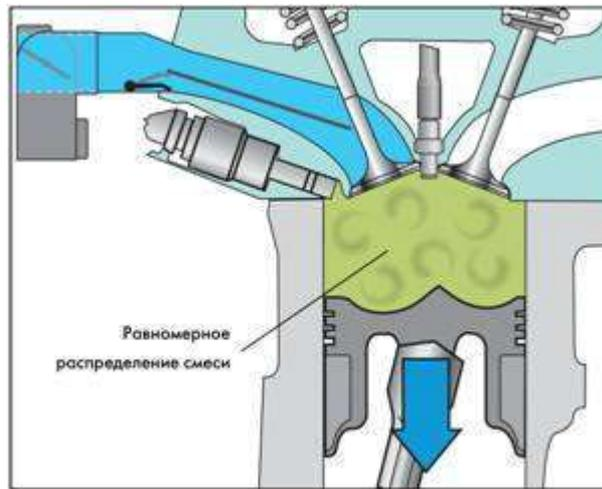

Рисунок 3.19 – Процесс смесеобразования при гомогенном распределении смеси
3. Процесс смесеобразования (рис.3.19)